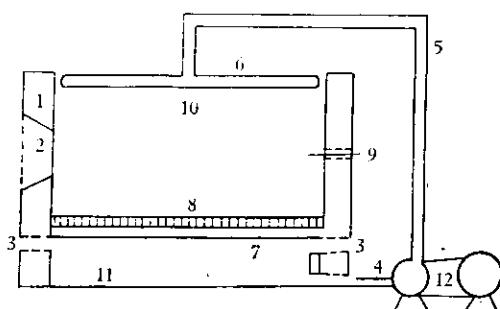

图 1 水泥发酵池构造(纵切面)示意图
(1) 进池：将酒液、生麸皮、谷糠、麸曲和固体醋酸菌种充分拌和入池（见图 1）（在加入醋酸菌种时，上面要加大接种量）然后耙平，盖上塑料布发酵。
(2) 松醅：发酵池上面醋酸菌生长繁殖快，升温快，24 小时左右即可升到 40℃，但中间品温低，所以要进行松醅，将上面和中间的料疏松，待发酵一星期后还需松醅一次，以免产生积水现象。
(3) 回流：松醅后每逢品温达到 40℃ 即可回流，使品温降至 36—38℃，一般回流 120—130 次，醋醅就成熟，时间约需 30 天左右。发酵温度前期为 40℃，后